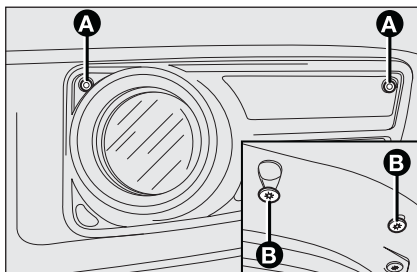

fig. 29
- svitare le due viti **A**-fig. 29 fissaggio fendinebbia su paraurto;